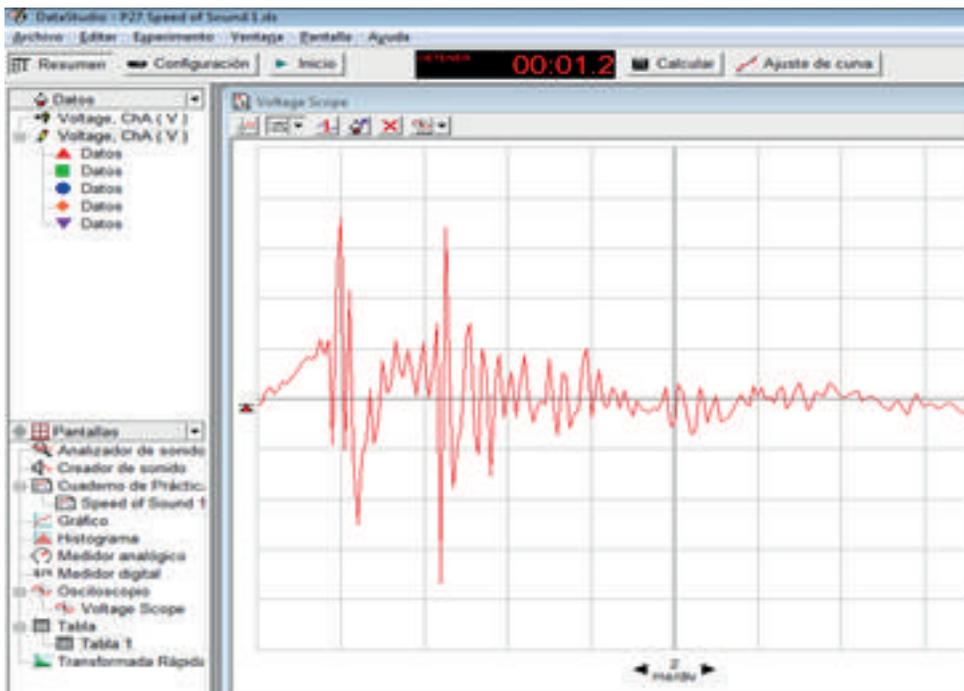

Figura 10.26. Transferencia de datos
g) A continuación pulse el botón transferir datos  (figura 10.26), y se generarán los datos de la grabación que acaba de realizar, aparecerá un icono en el menú superior izquierdo con el nombre de "Datos".